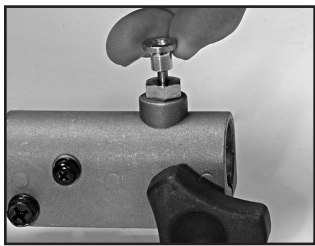

Bild 8
1. Den Federbolzen am Adapter des Getriebekopfschafts hochziehen (Bild 8).